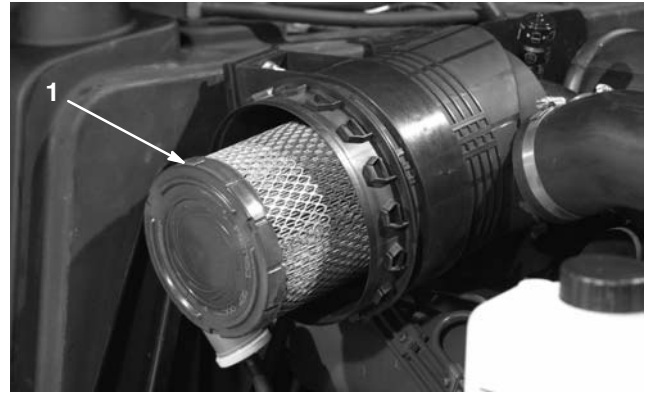

Bild 44
2. Bevor Sie den Filter entfernen (Bild 44), sollten Sie mit niedriger Druckluft (276 kPa [40 psi], sauber und trocken) große Ablagerungen entfernen, die sich zwischen der Außenseite des Filters und der Glocke befinden. Verwenden Sie keine starke Druckluft, da Schmutz durch den Filter in den Einlass gedrückt werden könnte. Dieses Reinigen verhindert, dass Schmutz in den Einlass gelangt, wenn Sie den primären Filter abnehmen.